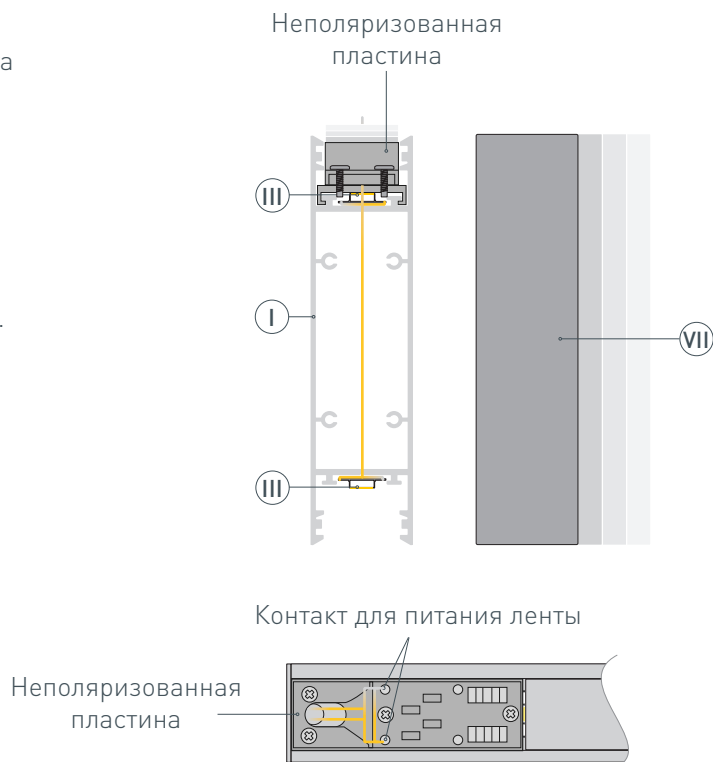

Рис. 2. Неполяризованная пластина на профиле (I). Вид сверху
- 3 / Установите и зафиксируйте болтами неполяризованную пластину из комплекта фиксатора (V) токопроводящего ремня на боковой фиксирующей пластине, как показано на рис. 2. Припаяйте светодиодные ленты (III) к контактам для питания лент, строго соблюдая полярность, обозначенную на плате светодиодной ленты. Установите заглушки (VII) на профиль (I).